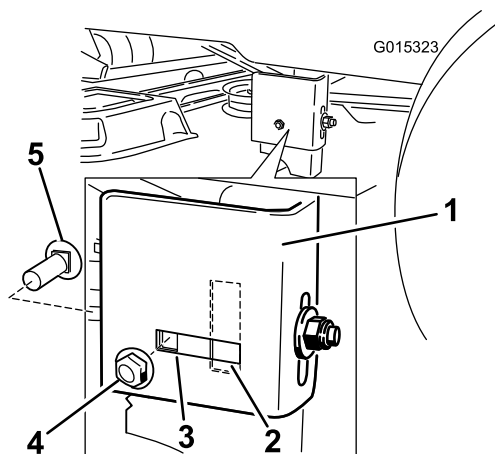

Figura 49
7. Vaya al lado izquierdo de la máquina. Retire el perno de cuello cuadrado lateral y la tuerca de bloqueo de la posición fija, e instálelos en la posición ranurada trasera (Figura 49). No apriete del todo la contratuercas.
8. Afloje la tuerca de bloqueo trasera de la pletina de suspensión lo suficiente para permitir ajustar la pletina (Figura 49).